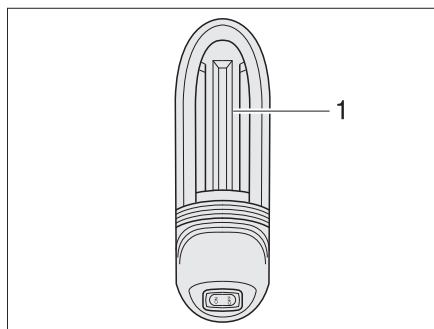

Bild 314 Garagebelysning
- Skjut lampans skydd (Bild 314,1) uppåt och ta av det.